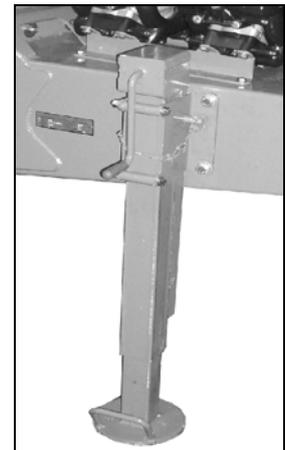

Fig. 53
- Pata de apoyo bajada (Fig. 53) con la máquina desacoplada.